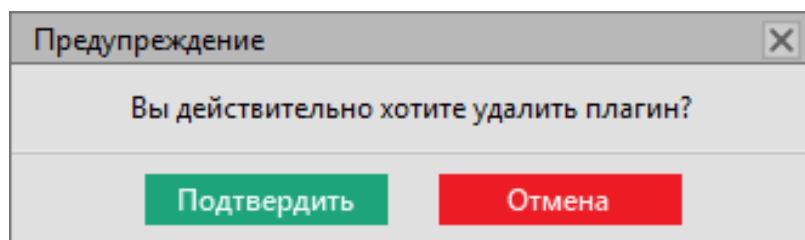

Рисунок 268 - Подтверждение удаления модуля
2. Подтвердите свои действия в диалоговом окне (Рисунок 268).